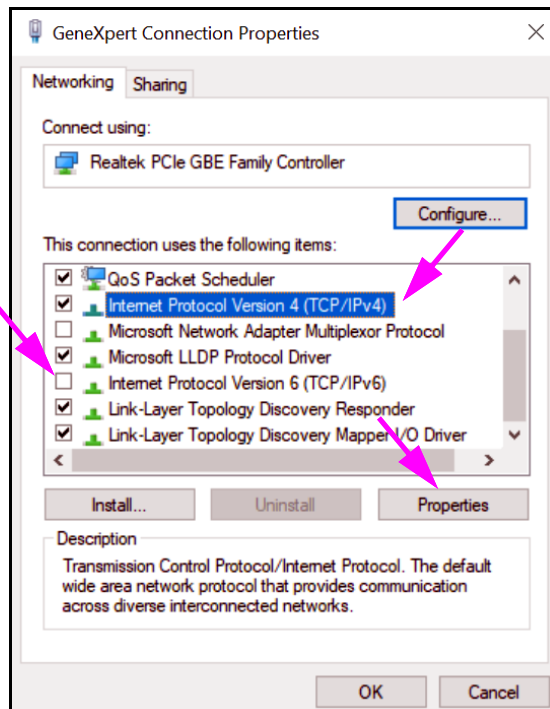

Abbildung 2-48. Bildschirm „GeneXpert Connection Properties“ (GeneXpert Verbindungseigenschaften)
7. Wählen Sie **Properties (Eigenschaften)** aus dem Dropdown-Menü. Der in Abbildung 2-48 dargestellte Bildschirm wird angezeigt.
- Entfernen Sie auf dem Bildschirm „GeneXpert Connection Properties“ (GeneXpert Verbindungseigenschaften), der in Abbildung 2-48 dargestellt ist, die Markierung des Kästchens „**Internet Protocol Version 6 (TCP/IPv6)**“ (**Internetprotokoll Version 6 (TCP/IPv6)**). Markieren Sie **Internet Protocol (TCP/IPv4) (Internetprotokoll 4 (TCP/IPv4))** und klicken Sie dann auf **Properties (Eigenschaften)**. Der Bildschirm „Internet Protocol (TCP/IPv4)“ (Internetprotokoll 4 (TCP/IPv4)) erscheint.